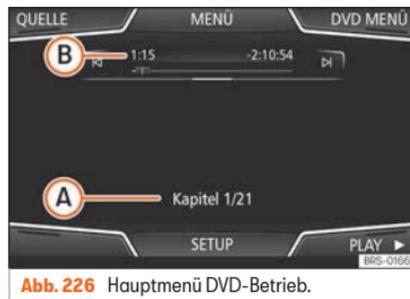

Abb. 226 Hauptmenü DVD-Betrieb.
- Bildschirm kurz antippen, um die Funktionsflächen im Hauptmenü *DVD-Betrieb* einzublenden »» **Abb. 226**.